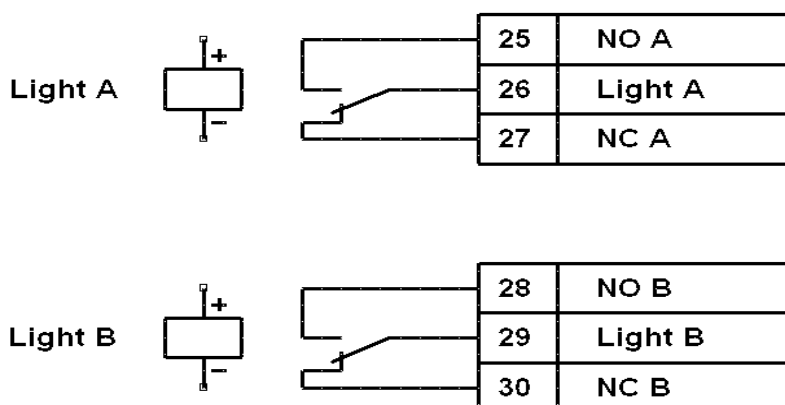

Рисунок 7 – Выходные каскады для «Light A» и «Light B»
5.11.4 Выносные световые индикаторы подключаются на клеммы DIN-рейки 25...30. При этом реле «Light A» («Light B») активизировано (на его обмотку подано напряжение), когда горит соответствующий данному направлению прохода зелёный индикатор на блоке индикации турникета, и нормализовано (на его обмотку напряжение не подано), когда горит соответствующий данному направлению прохода красный индикатор. Выходные каскады для «Light A» и «Light B» — перекидные контакты реле (см. рис. 7) со следующими характеристиками сигналов: